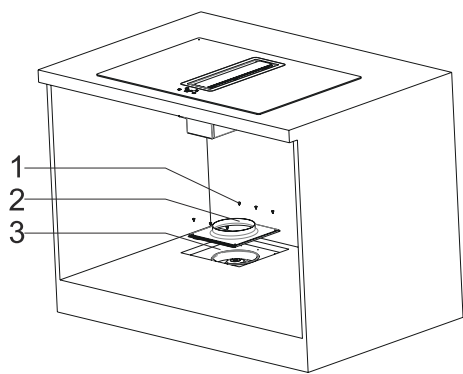

Fig. 19
9. ➤ Montér nu aftrækspladen på motoren med de originale skruer (Fig. 19).